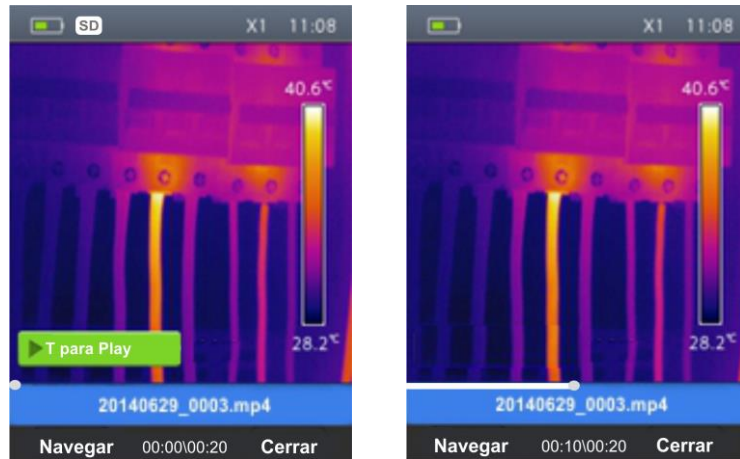

Fig. 33: Reproducción video en pantalla
1. Pulse la tecla  y rellame el video en pantalla (vea Fig. 33 – Parte izquierda)
4. Pulse la tecla **T** (Trigger) para activar la reproducción del video. Un cursor y una barra de avance se muestran en pantalla (vea Fig. 33 – Parte derecha)